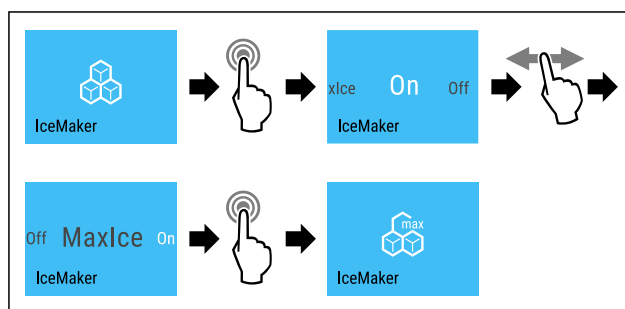

Fig. 18
- Genomför stegen (se Fig. 18).